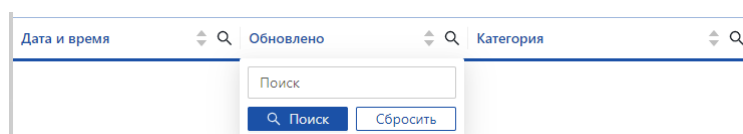

Рисунок 3-6
- поиск и сортировка по столбцам таблицы (Рисунок 3-6)